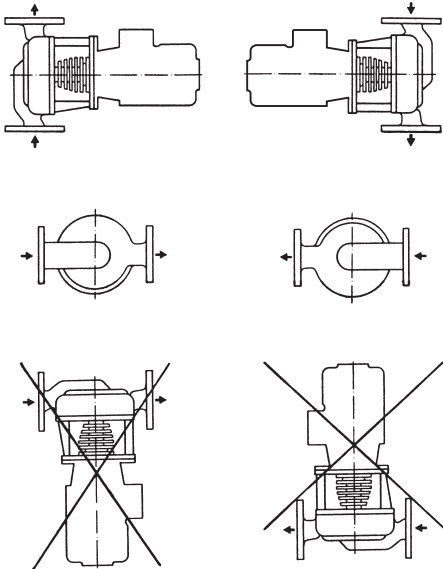

Fig. 7: İzin verilen montaj konumları
- "Motor aşağı doğru" dışındaki tüm montaj konumlarına izin verilir (bkz. montaj konumları Fig. 7).